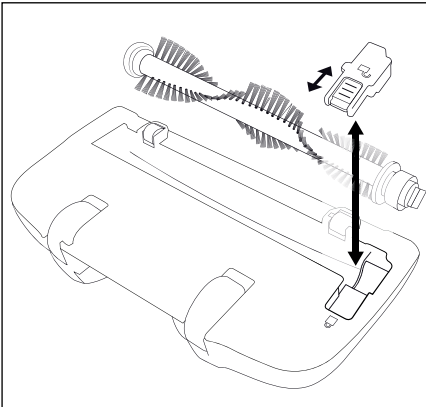

Fig. 4
- 2) Far scorrere indietro il bloccaggio sulla piastra di copertura in direzione del simbolo  in modo da poterla rimuovere (Fig. 4).
- 7) Riapplicare la piastra di copertura e bloccarla spingendo il bloccaggio in direzione del simbolo  (Fig. 4).